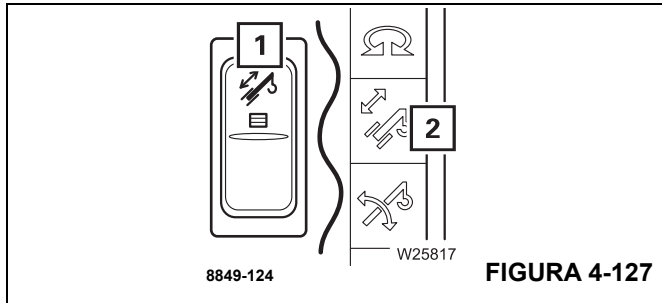

FIGURA 4-127
- Pulse el botón en el apoyabrazos derecho (1), (Figura 4-127), una vez.
- La luz en el botón (1), (Figura 4-127), se iluminará brillantemente.
- El símbolo (2), (Figura 4-127), se tornará de color verde si se enciende el mecanismo de telescopización.